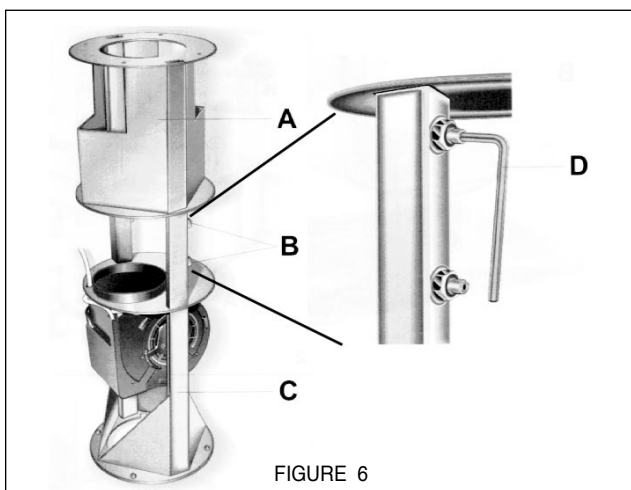

FIGURE 6
6. Installer le support supérieur au plafond (**A de la FIGURE 6**) en s'assurant qu'il le soit de façon sécuritaire. Installer le support inférieur (**C de la FIGURE 6**). La hauteur de la hotte est déterminée par la longueur du support. Le bas de la hotte sera à environ 2 5/8 po sous le bas du support. Dès que la longueur est déterminée, serrer les quatre vis en utilisant une clé Allen (**D de la FIGURE 6**). S'assurer que les quatre vis soient serrées fermement avant d'installer la hotte.